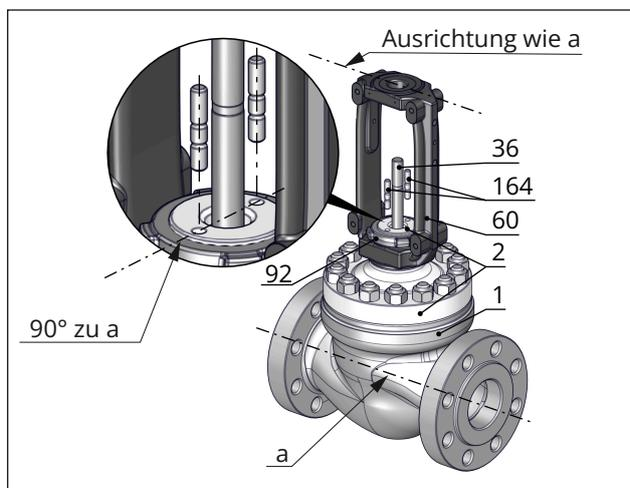

Bild 33: Ausrichtung des Oberteils auf dem Ventilgehäuse und Ausrichtung des Jochs auf dem Oberteil
14. Trägerelement (63) inklusive der eingepressten Buchse (7) senkrecht und konzentrisch über die Kegelstange (36) in das Gehäuse (1) einführen bis er auf der Auflagefläche innen im Gehäuse aufliegt. Dafür bei großen Nennweiten Sonderwerkzeug verwenden.
15. Neuen Spiraldichtring (126) am Trägerelement (63) einlegen.
16. Neuen Spiraldichtring (17) im Gehäuse (1) einlegen.
17. Ventiloberteil (2/21) einschließlich Joch (60) von oben senkrecht über die Kegelstange (36) lose auf das Gehäuse (1) setzen. Ausrichtung beachten, vgl. Bild 33. Die beiden Bohrungen auf der Oberseite des Oberteils müssen senkrecht zur Rohleistungsachse liegen.
18. Kegel (5) fest in den Sitz (4) drücken. Dabei Ventiloberteil (2/21) mit Gehäusemutter (14) befestigen. Gehäusemutter (14) schrittweise über Kreuz anziehen. Anzugsmomente beachten.
9. Am Ventilgehäuse (1) einen neuen Spiraldichtring (17) einlegen. Auflagefläche der Dichtung vorab reinigen und auf Unversehrtheit prüfen.
10. Am Trägerelement (63) bzw. Sitzniederhalter (124) einen neuen Spiraldichtring (126) einlegen. Auflagefläche der Dichtung vorab reinigen und auf Unversehrtheit prüfen.
11. Ventiloberteil (2/21) einschließlich Joch (60) von oben senkrecht über die Kegel- bzw. Kolbenstange (36) lose auf das Gehäuse (1) setzen. Ausrichtung beachten, vgl. Bild 33. Die beiden Bohrungen auf der Oberseite des Oberteils müssen senkrecht zur Rohleistungsachse liegen.
12. Kegel bzw. Kolben (5) fest in den Sitz (4) drücken. Dabei Ventiloberteil (2/21) mit Gehäusemutter (14) befestigen. Gehäusemutter (14) schrittweise über Kreuz anziehen. Anzugsmomente beachten.
11. Am Ventilgehäuse (1) einen neuen Spiraldicht-ring (17) einlegen. Auflagefläche der Dichtung vorab reinigen und auf Unversehrtheit prüfen.
12. Am Trägerelement (63) bzw. Sitzniederhalter (124) einen neuen Spiraldicht-ring (126) einlegen. Auflagefläche der Dichtung vorab reinigen und auf Unversehrtheit prüfen.
13. Ventiloberteil (2/21) einschließlich Joch (60) von oben senkrecht über die Kegel- bzw. Kolbenstange (36) lose auf das Gehäuse (1) setzen. Ausrichtung beachten, vgl. Bild 33. Die beiden Bohrungen auf der Oberseite des Oberteils müssen senkrecht zur Rohleistungsachse liegen.
14. Kegel bzw. Kolben (5) fest in den Sitz (4) drücken. Dabei Ventiloberteil (2/21) mit Gehäusemutter (14) befestigen. Gehäusemutter (14) schrittweise über Kreuz anziehen. Anzugsmomente beachten.
15. Stopfbuchsteile mit einem geeigneten Werkzeug vorsichtig über die Kegel- bzw. Kolbenstange (36) in den Packungsraum einschieben. Korrekte Reihenfolge und Ausrichtung der Bauteile der jeweiligen Dokumentation der Ersatzteilpackung entnehmen und beachten.
16. Druckstück (8) einsetzen.
17. Packungsbrille (162) über die Stiftschrauben (164) am Ventiloberteil (2/21) auf das Druckstück (8) aufsetzen.
18. Beide Spannmutter (163) (bei außen federbelasteter Packungsbrille inklusive der Tellerfedern) auf die Stiftschrauben (164) aufschrauben und handfest anziehen. Bei der federbelasteten Ausführung die Spannmutter (163) dabei durch die Bohrungen der Packungsbrille führen.
19. Beide Spannmutter (163) der Packungsbrille (162) am Sechskantkopf abwechselnd und schrittweise bis zum vorgegebenen Anzugsmoment anziehen.
6. Sitzniederhalter (124) inklusive der eingepressten Buchse (7) senkrecht und konzentrisch über die Kegelstange (36) in das Gehäuse (1) einführen und auf dem Sitz (4) positionieren. Dafür bei großen Nennweiten Sonderwerkzeug verwenden. Die Fensteröffnungen des Sitzniederhalters (124) symmetrisch zur Rohrleitungsachse ausrichten.
7. Neuen Spiraldichtring (126) am Sitzniederhalter (124) einlegen.
8. Neuen Spiraldichtring (17) im Gehäuse (1) einlegen.
9. Ventiloberteil (2/21) einschließlich Joch (60) von oben senkrecht über die Kegelstange (36) lose auf das Gehäuse (1) setzen. Ausrichtung beachten, vgl. Bild 33. Die beiden Bohrungen auf der Oberseite des Oberteils müssen senkrecht zur Rohrleitungsachse liegen.
10. Kegel (5) fest in den Sitz (4) drücken. Dabei Ventiloberteil (2/21) mit Gehäusemutter (14) befestigen. Gehäusemutter (14) schrittweise über Kreuz anziehen. Anzugsmomente beachten.